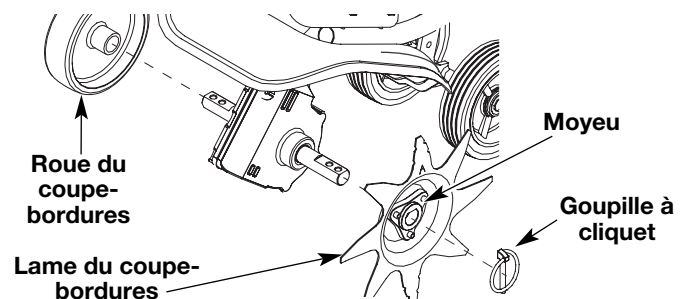

Fig. 4
3. Faites glisser la roue du coupe-bordures, moyeu vers l'intérieur, sur le côté droit de l'arbre des dents et maintenez-le en place avec la goupille à cliquet dans le trou intérieur (Fig. 4).
4. Faites glisser la lame du coupe-bordures, moyeu vers l'extérieur sur le côté gauche de l'arbre des dents et maintenez-la en place avec la goupille à cliquet dans le trou intérieur (Fig. 4).